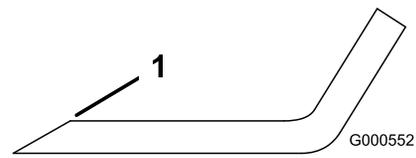

図 90
1. ブレードは、左右の刃先をやすりで磨く 図 90。
注 もし傾くようなら、重い方の裏面を少し削って調整する 図 90。